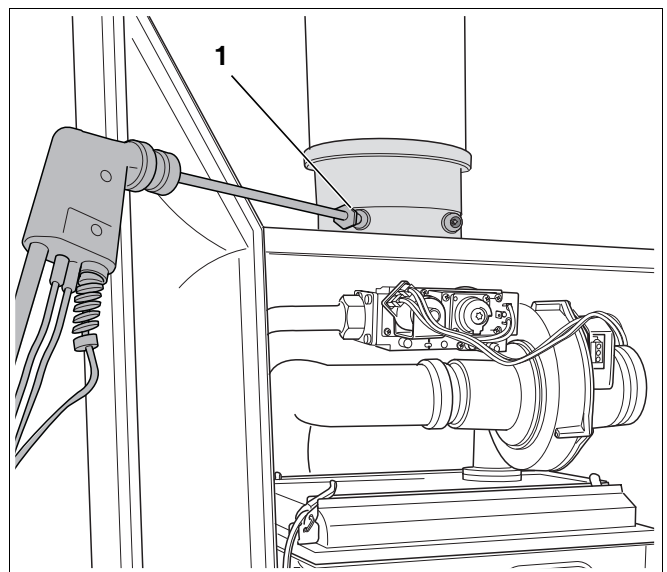

Fig. 97 Koolmonoxidegehalte meten
- Sluit het rookgasanalyseapparaat aan op het linker meetpunt (→ fig. 97).
- Meet op het meetpunt voor rookgassen (→ fig. 97) het koolmonoxidegehalte (CO).
- Verwijder het rookgasanalyseapparaat, en monteer het afdekdopje aan het meetpunt voor rookgasanalyse (→ fig. 97, [1]).